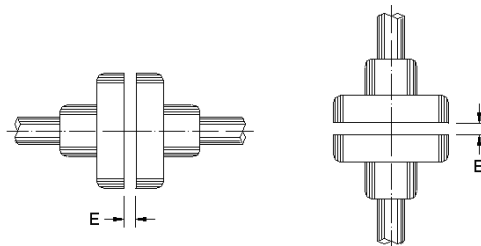

Figura 4.9: Folga axial do acoplamento (E)
Alinhar cuidadosamente as pontas de eixo e, sempre que possível, usar acoplamento flexível, deixando uma folga (E) mínima de 3 mm entre os acoplamentos, conforme mostrado na Figura 4.9.